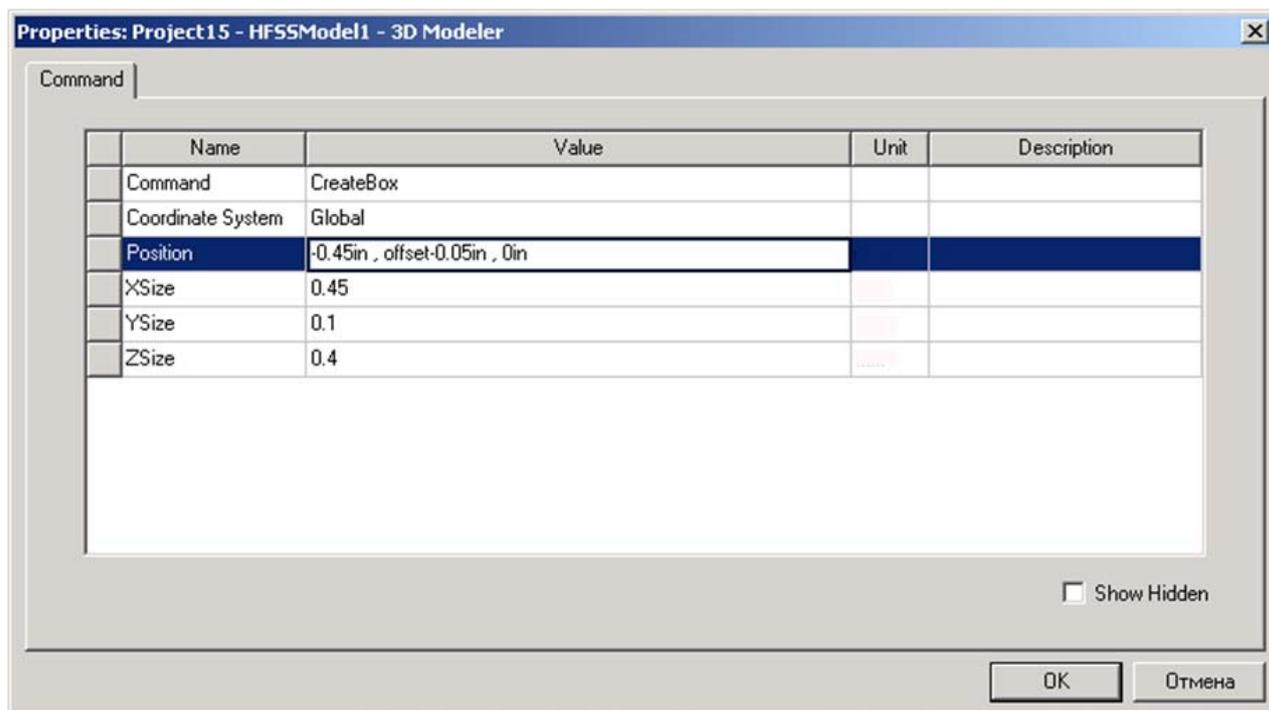
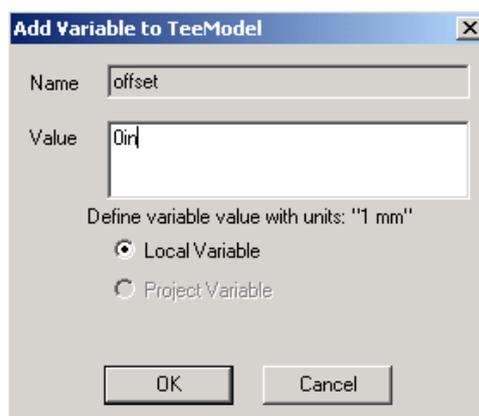

Рис. 6.21. Внесения переменной смещения *offset* в диалог задания размеров перегородки
Рис. 6.22. Добавление переменной *offset* к модели Tee
Чтобы изменить положение перегородки, введите выражение для координаты  $y$ :  $offset - 0.05$ , где  $offset$  имя переменной (рис. 6.21). Когда вы напечатаете это выражение, появится диалоговое окно **Add Variable**, в которой вводится переменная  $offset$  и ее численное значение.
1. В текстовом поле **Position** (рис. 6.21), напечатайте **-0.45in, offset - 0.05in, 0in**, и затем нажмите **Enter**. Появляется диалоговое окно **Add Variable** (рис. 6.22).